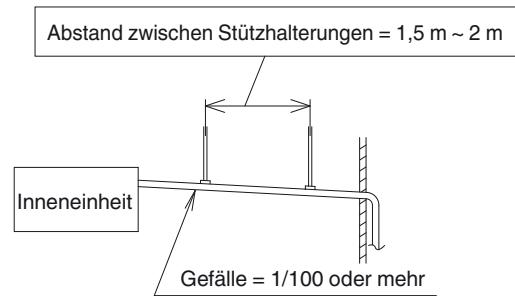

Abb. 3-8
- Sicherstellen, dass die Ablaufleitung ein Gefälle aufweist (1/100 oder mehr; mit Gefälle ab Ablaufstutzen). (Abb. 3-8)